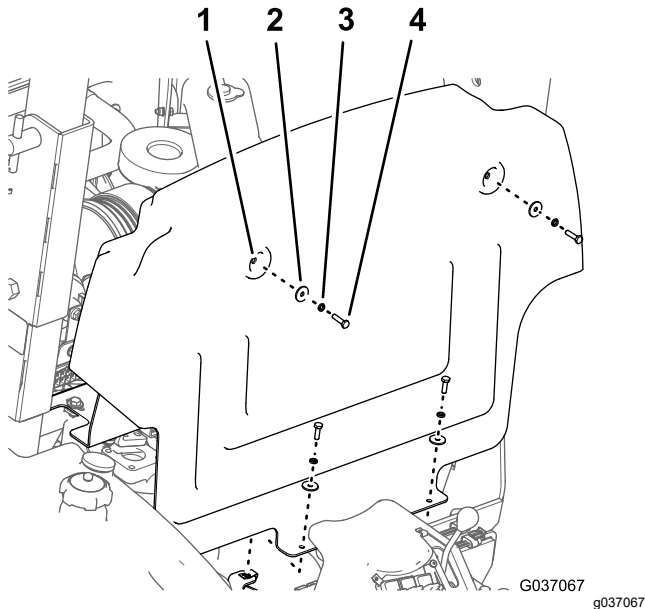

Figure 7
2. Retirez les 4 boulons (6 x 25 mm), les 4 rondelles frein (6 mm) et les 4 rondelles plates (6 mm) qui fixent le tablier au châssis de la machine (Figure 7).